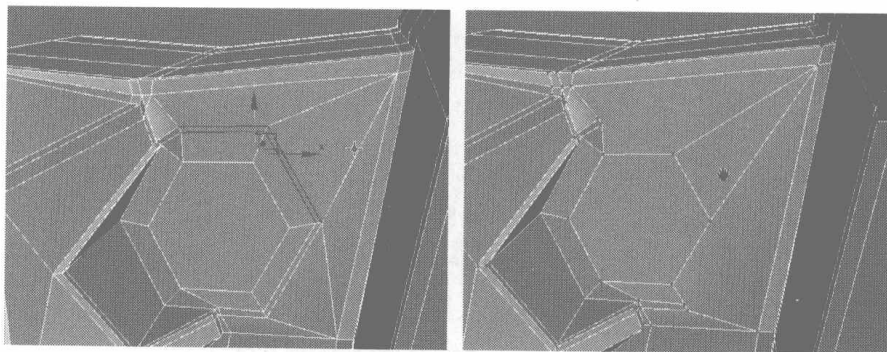

图 6.82
- 17** 切换为边线编辑，选择如图 6.82 所示的边线，将其删除。